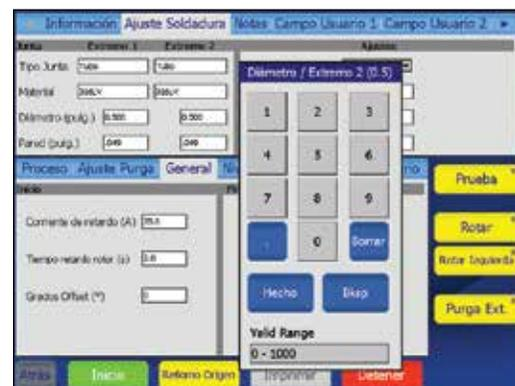

Fig. 14—Teclado numérico
- Pulse las teclas de números (Fig. 14) para introducir información. Pulse Hecho (Done) para guardar la configuración y cerrar el teclado.